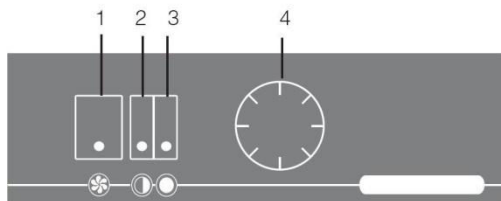

Рис. 6. Панель управления
- **Включение.** Установить клавишу (1) включения вентилятора (см. рис. 6) в положение «I», при этом начинает работать вентилятор и загорается подсветка клавиши.